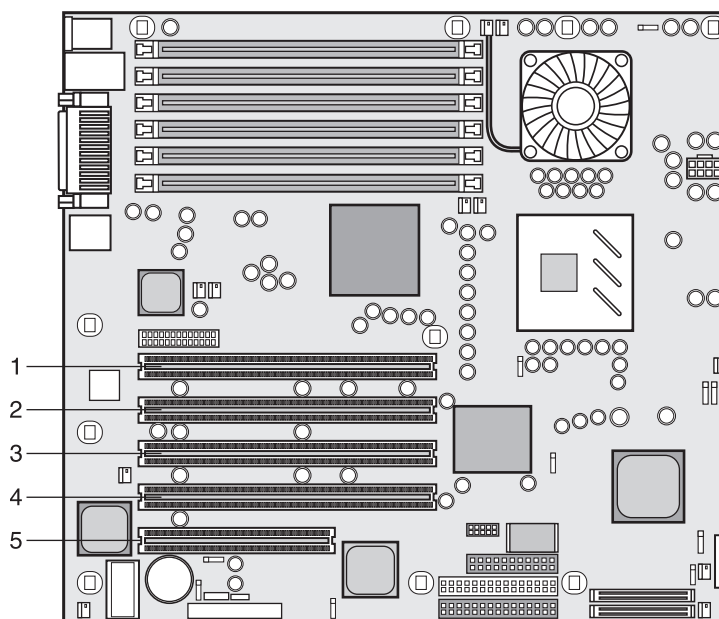

Abbildung 2-21: Steckplätze für Erweiterungskarten
7. Ermitteln Sie den zu verwendenden Steckplatznummer für die Erweiterungskarte (siehe Abbildung 2-21; ZCR-Karten müssen in den (grünen) PCI-Steckplatz 2 eingesetzt werden).